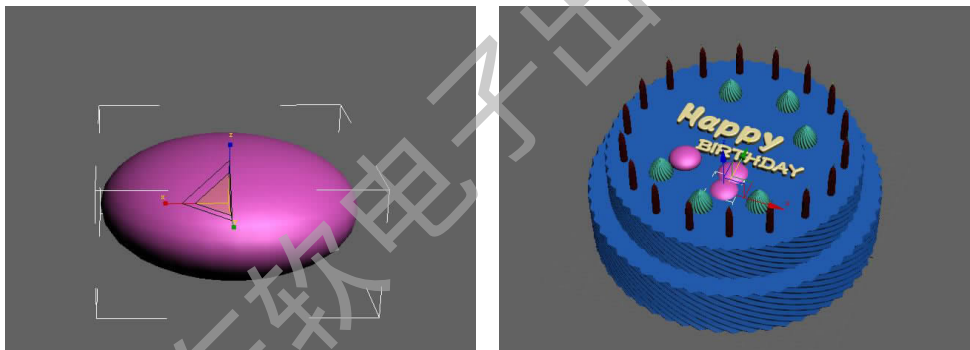

图 2-78 缩放球体
Step 22. 进入  创建面板 →  几何形体 → 球体, 在视窗中拖拽鼠标创建一个球体, 然后使用缩放工具沿 Z 轴进行压缩, 将球压扁, 并放到相对应的位置, 如图 2-78 所示。